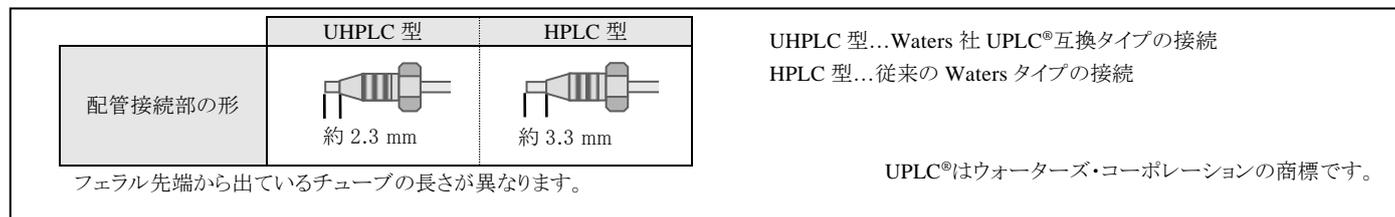

図3 UHPLC型およびHPLC型の配管接続部の形状比較
- (4) コスモシールカラムの接続タイプについて、粒子径 1.8 μm のカラムは Waters UPLC[®]カラムタイプ (UHPLC型接続)、粒子径 2.5 μm のカラムは従来の Watersタイプ (HPLC型接続)です。それぞれ適合するフィッティングもしくは可動式のフィッティングを使用してコスモシールカラムを接続してください。適合しないフィッティングにカラムを無理に接続すると、フィッティングがカラムエンドから外れなくなることがあります。【図3参照】